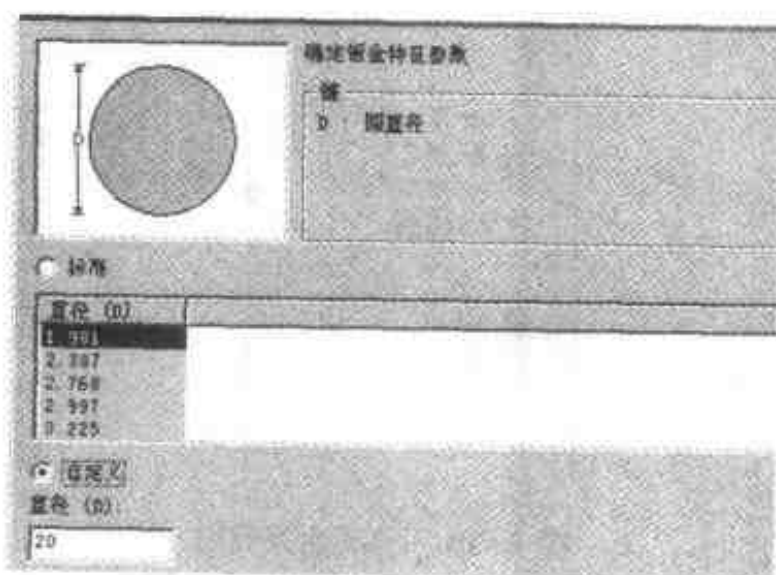

图 4.35 自定义圆孔直径
- (12) 在右侧的设计树上右击【圆孔】，选择【加工属性】命令，在如图 4.35 所示的对话框中，将直径自定义为 20。